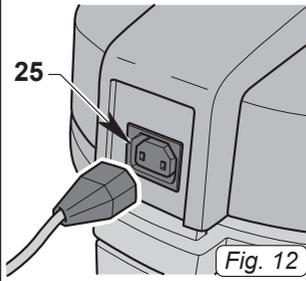

Fig. 12
- Connectez la brosse électrique a la sortie (25 Fig. 12) présente en haut de l'aspirateur (maximale 200 W)